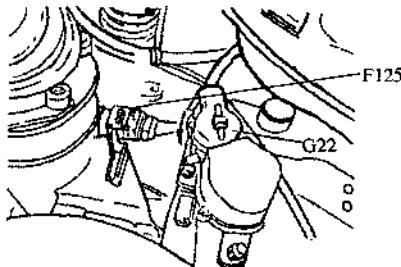
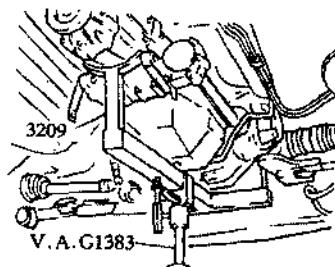

图4.17 拆下转速表传感器插头
图4.18 拆下发动机并分离变速器
- (25) 逆时针旋转8脚接头的卡扣，从变速器上拔下插头。
(26) 拆下转速表传感器(G22)的插头，按箭头方向将插头推向锁紧杆，从多功能开关(F125)上拔下插头，如图4.17所示。
- (27) 拆开拉锁导向支架，然后松开拉锁。
(28) 从发动机上拆下点火正时传感器(G4)及带有隔热板的发动机转速传感器(G28)，拆下发动机与变速器上部紧固螺栓。
(29) 用变速器千斤顶和变速器支架3209支撑变速器，如图4.18所示，拆下发动机与变速器紧固螺栓，从发动机上分离变速器，防止变矩器滑落，且保证不损坏驱动轴总成和多功能开关。